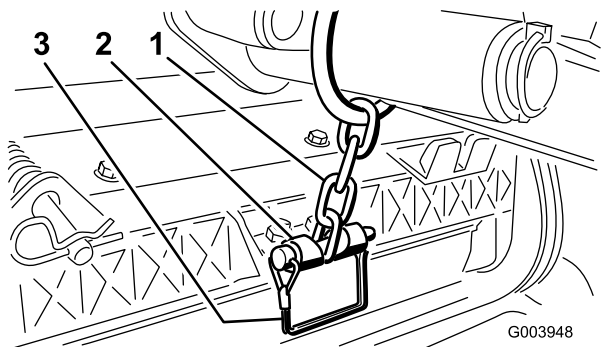

Figura 10
- Fissate la catena del braccio di sollevamento alla staffa della catena, usando il perno di ritenuta (Figura 10).